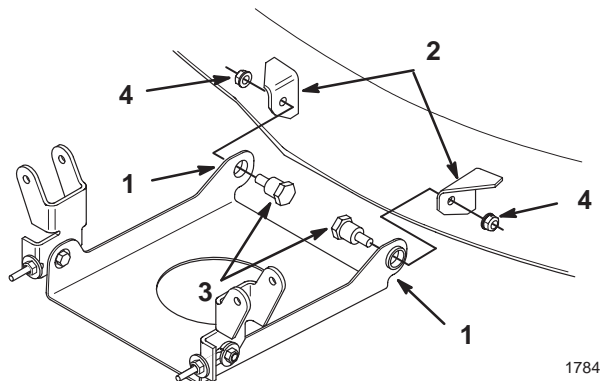

Bild 4
7. Positionieren Sie die Befestigungsplatte (die Laschen sollten nach oben zeigen) zwischen den Befestigungen vorne am Mähwerk (Bild 4).
8. Setzen Sie die Ansatzschrauben durch die Befestigungsplatte in die Mähwerkhalterungen ein. Befestigen Sie sie mit Sicherungsmuttern (Bild 4).